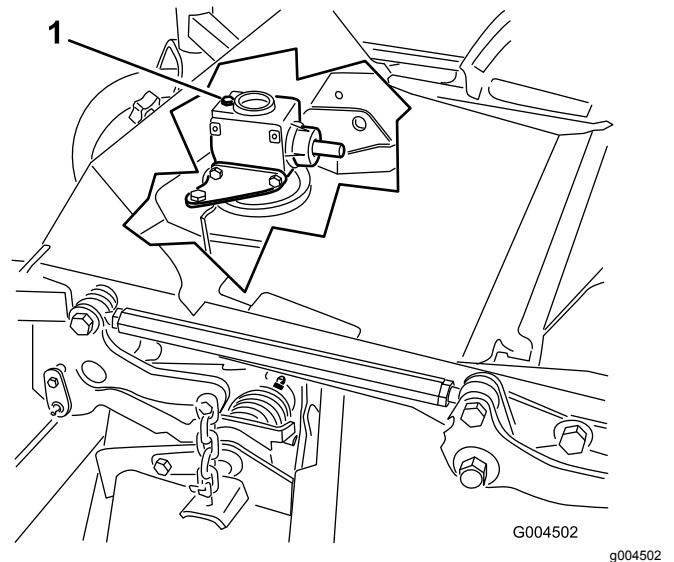

图30
6. 请从齿轮箱顶部拆下量油尺/加油塞确保润滑油介于量油尺上的标记之间 图30。
6. 从齿轮箱顶部取下量油尺/加油塞 图30。